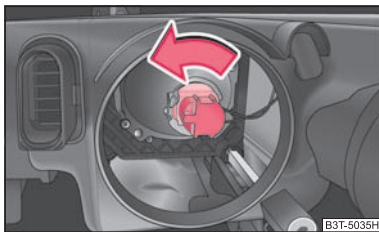

Fig. 212 Demontarea becului luminii de întâlnire
- Rotiți fișa cu becul spre stânga până la limită și scoateți-o ⇒ fig. 212.